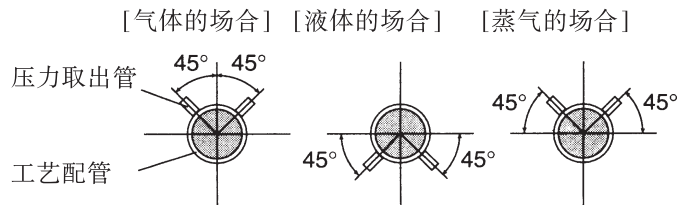

图 5.1.2 过程压力的引入角度(水平配管)
(1) 引压阀角度(图 5.1.2)
过程管道内的残液,煤气,或沉淀物等流入导压管内,是测量压力时产生误差的主要原因。要排除这些影响,必需按图 5.1.2 的角度安装引压阀。